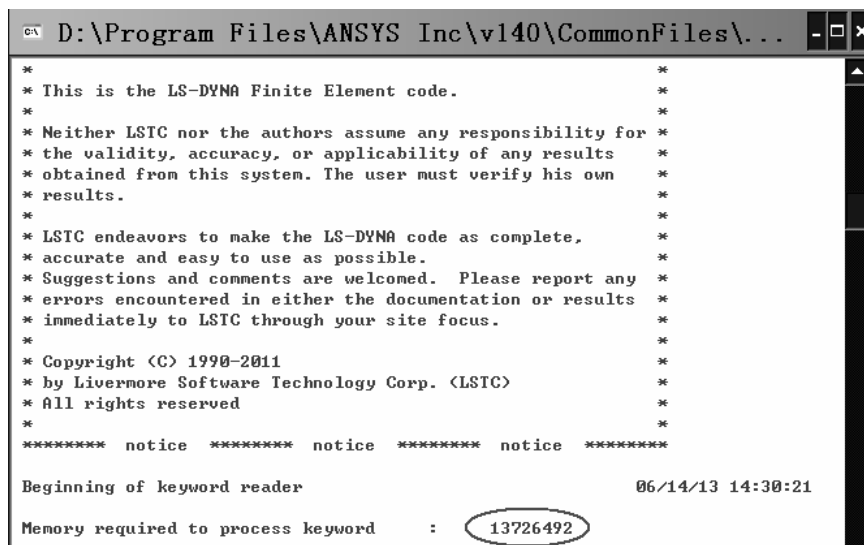

图 10-49 显示计算过程的“D:\Program Files\ANSYS Inc\v140\CommonFiles\...”窗口
(9) 屏幕弹出显示计算过程的“D:\Program Files\ANSYS Inc\v140\CommonFiles\...”窗口（见图 10-49）。该窗口的倒数第一行显示了本例题中模型实际需要的计算内存量，即“13 726 492”（words）。